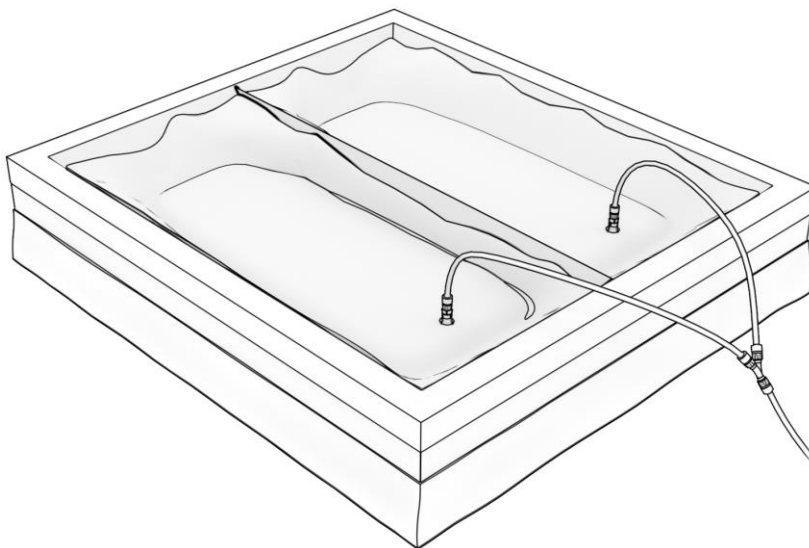

Abbildung 17: Anschließen des Füllschlauchs an die Wassermatratze, um die Matratze mit Wasser zu füllen.
Schritt 19. Schließen Sie den Füllschlauch gemäß den Anweisungen in der Anleitung des Füllschlauchs an die Wassermatratze an und beginnen Sie mit dem Füllen Ihrer Wassermatratze, wie in Abbildung 17 dargestellt. Um die Wassermatratze zu füllen, wechseln Sie die linke und rechte Matratze in 25 %-Schritten ab, falls Sie nicht beide Matratzen gleichzeitig füllen können. Füllen Sie 1 der Matratzen zu 25%. Füllen Sie dann die